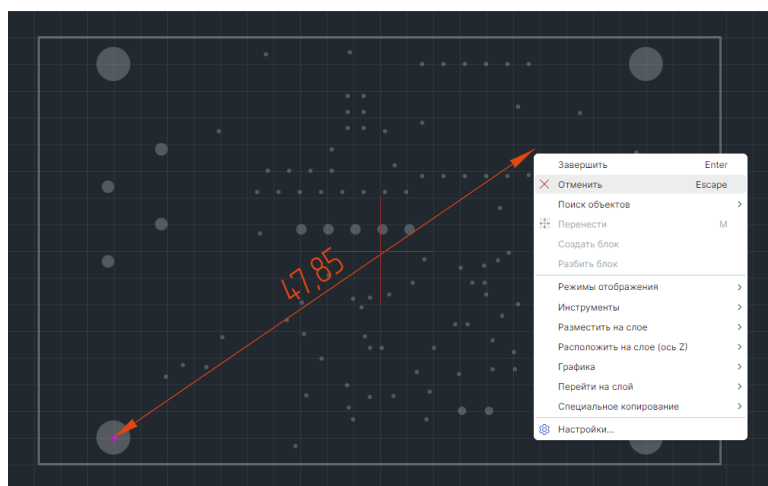

Рис. 277 Отмена размещения размерной линии
5. Размещение линии можно отменить, для этого нажмите клавишу «Escape» или вызовите контекстное меню и выберите «Отменить», см. Рис. 277.